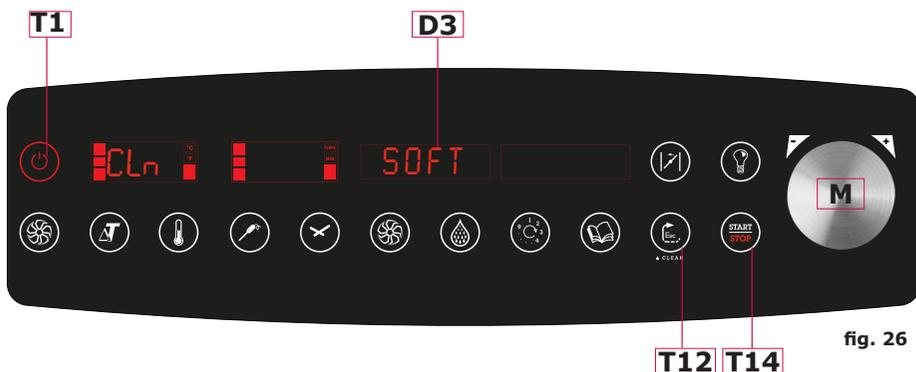

fig. 26
- Après avoir choisi le type de lavage approprié appuyer sur la touche **T14** (fig. 26) pour commencer le lavage automatique. **Le lavage fonctionne uniquement à porte fermée.**
Durant le lavage l'afficheur **D3** (fig. 26) visualisera les phases suivantes: